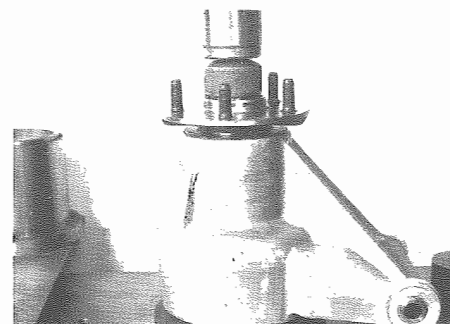

Fig. 16 - Base portamozzo n. 8
- Montare il mozzo con la base per portamozzo n. 8 (Fig. 16).
- Assemble hub with face for hub holder No. 8 (Fig. 16).